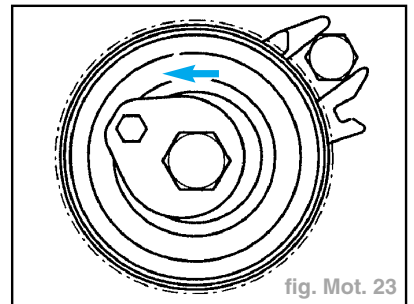

fig. Mot. 23
- à l'aide de la clé mâle coudée que l'on engage dans l'entraînement à six pans, tourner le galet-tendeur d'entraînement principal dans le sens inverse d'horloge pour l'amener dans la position représentée sur la figure (flèche) (fig. Mot. 23),